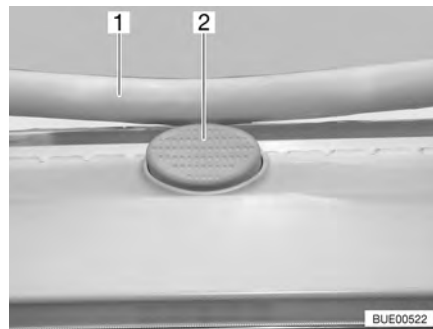

Fig. 60 Bouton de sûreté sur le lanterneau Heki
- Appuyer sur le bouton de sûreté (Fig. 60,2) et tirer l'étrier (Fig. 60,1) vers le bas avec les deux mains.
- Pousser l'étrier vers le haut avec les deux mains jusqu'à ce que ce dernier se trouve au-dessus du bouton de sûreté (Fig. 60,2).